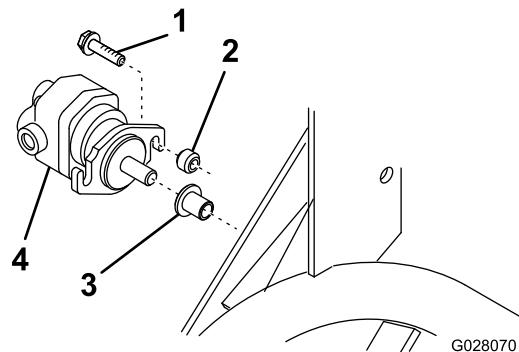

Figura 10
B. Insira o eixo estriado do motor de cilindro no tubo de armazenamento na estrutura (Figura 10).
C. Utilizando flange do motor de cilindro como modelo, posicione-a como é indicado em Figura 10, fure um orifício com 8,75 mm de diâmetro na linha traçada no passo A.